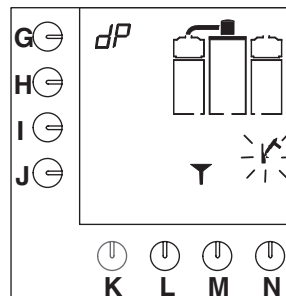

Fig. 19 Koffiezetstelsysteem vraagt om de
- Een geluidssignaal klinkt, het hamersymbool knippert en een trechter verschijnt in het display (fig. 19).